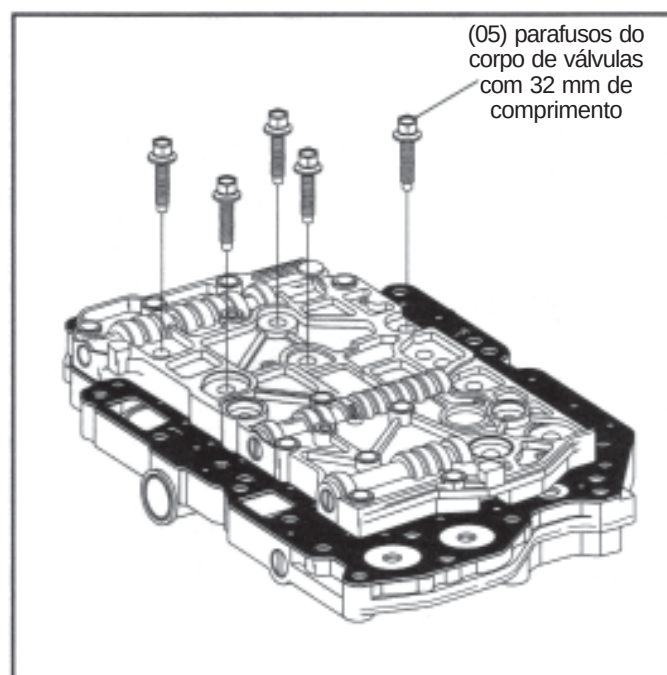

Figura 106
13. Instale no corpo de válvulas os 5 parafusos de 32mm de comprimento, nas posições indicadas na Figura 106, e aperte-os por enquanto com a mão.